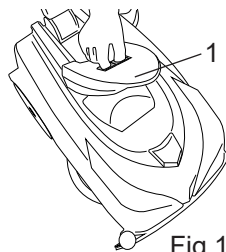

Fig.19
- Desencaixe a tampa do depósito de recolha premindo para dentro os dois fechos deslizantes (Fig.19-Ref. 1).